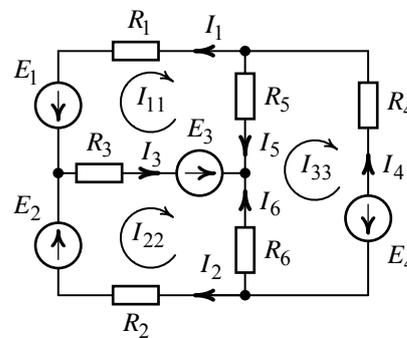

Рис. 4.2
Зададим произвольное положительное направление токов в ветвях схемы и обозначим их, как указано на рис. 4.2.
Достаточное количество контурных уравнений равно трем. Выделим в схеме три независимых контура, по которым замкнем контурные токи  $I_{11}$ ,  $I_{22}$  и  $I_{33}$  (рис. 4.2). Направление действия контурных токов выберем по часовой стрелке. Положительное направление обхода контура совместим с направлением контурного тока.
3. Система контурных уравнений (уравнений по второму закону Кирхгофа) имеет вид (рис. 4.2)
7. Действительные токи в ветвях схемы (рис. 4.2) определим как алгебраическую сумму контурных токов смежных контуров:
8. Проверку расчета выполним, составив уравнение по второму закону Кирхгофа, например для внешнего контура (рис. 4.2). Направление обхода контура по часовой стрелке: